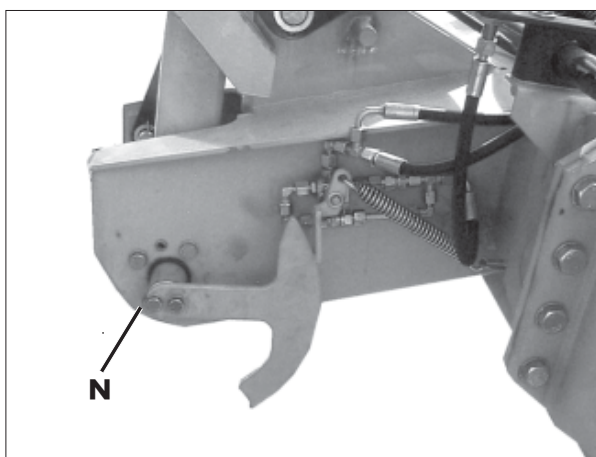

Bild 3-10
Steuersegment in Mittelstellung anbringen. Das Steuersegment kann in den Langlöchern verschoben werden, um den Steuerzeitpunkt zu verändern. Schmiernippel (N) anbringen (Bild 3-10). Verwenden Sie hierfür den Inhalt des Beutels V.